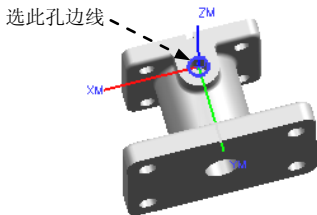

图 6.3.6 指定镗孔点
(1) 单击“镗孔”对话框中指定孔右侧的按钮，系统弹出“点到点几何体”对话框，单击按钮，系统弹出“点位选择”对话框。
(2) 在图形区选取图 6.3.6 所示的孔边线，分别在“点位选择”对话框和“点到点几何体”对话框中单击按钮，系统返回“镗孔”对话框。